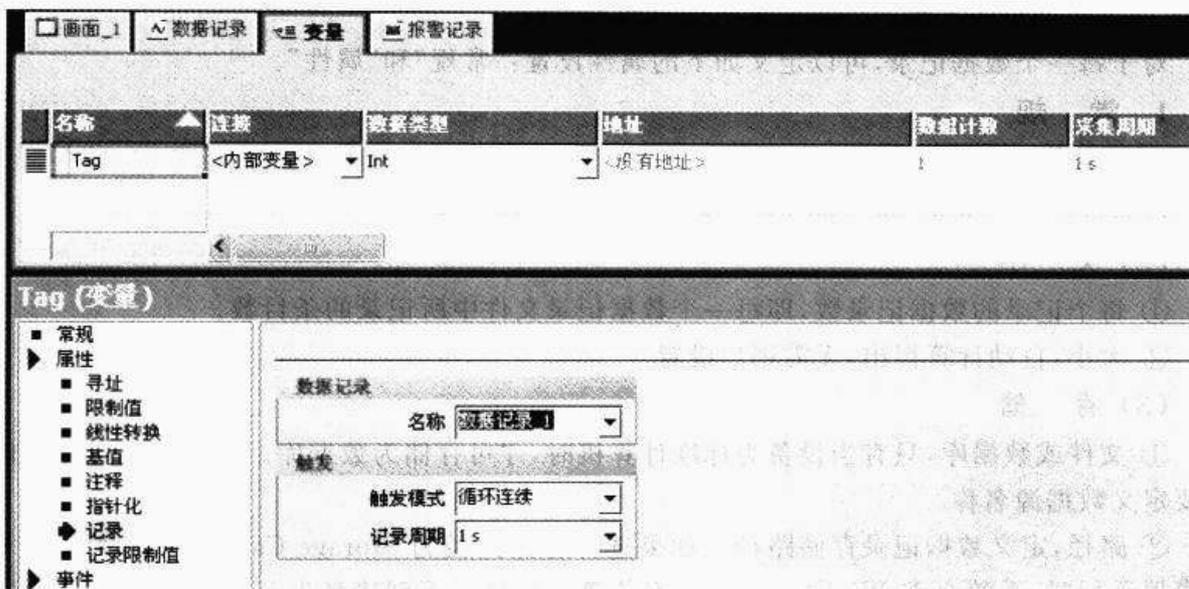

图 11-4 组态需要记录的变量
① 首先按照上文所述,创建一个数据记录。这里,创建一个数据记录并按照默认的设置组态它,即默认记录条目为 500 条,采用循环记录方式,默认存储位置为 Storage Card MMC。
② 定义需要记录的内部变量,类型为 Int 型,并将该变量与在步骤①中组态的数据记录连接起来,如图 11-4 所示。